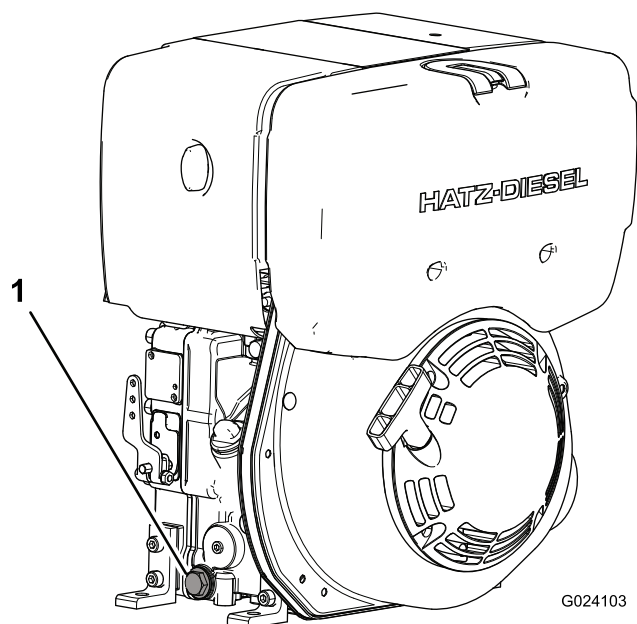

Figure 25
4. Placez un bac de vidange sous le bouchon de vidange d'huile (Figure 25).